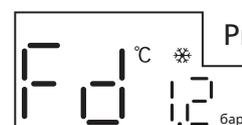

Рисунок 6
- Когда включена защита от замерзания, на экране в области температуры будет показано «F d», как показано на рис. 6. На экране будет попеременно отображаться температура воды в контуре отопления и «F d». При этом «F d» будет отображаться в течение 2 секунд, а температура воды — в течение 3 секунд.